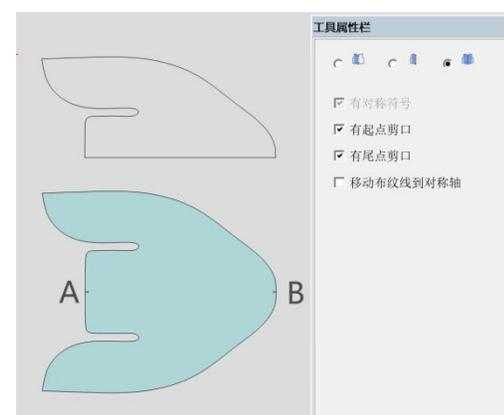

图 42.3
(3) 不关联对称: ，显示纸样的全部（如图 42.3）。调整纸样的一边时，另一边不会跟随调整。